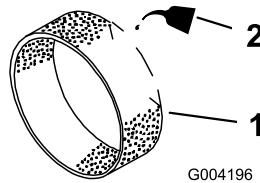

Figura 18
3. Ponga entre 30 y 60 ml de aceite en el pre-filtrado (Figura 18).